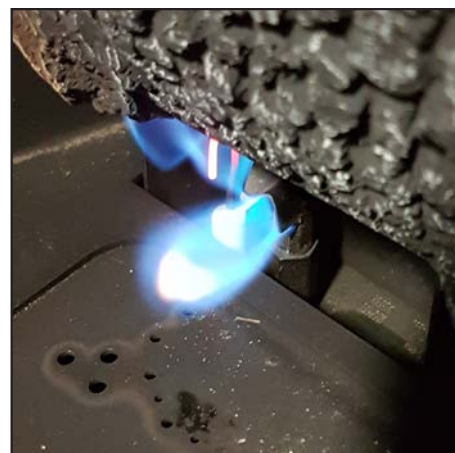

Figure 26. bon pilote
8. Réinstallez le brûleur, le plateau, le jeu de bûches et la porte en verre. Reportez-vous également à la rubrique Installation secondaire - Installation des ensembles de journaux dans votre manuel du propriétaire. Lors de la réinstallation du brûleur, assurez-vous que la relation entre le brûleur et le capot de la veilleuse est similaire à celle illustrée à la Figure 26.
12. Allumez la veilleuse et assurez-vous que la flamme recouvre correctement le capteur de flamme (voir Figure 26). Si la veilleuse a besoin d'un réglage, tournez la vis de réglage (figure 48, page 38) dans le sens des aiguilles d'une montre pour diminuer ou dans le sens contraire pour l'augmenter jusqu'à obtenir la flamme correcte.